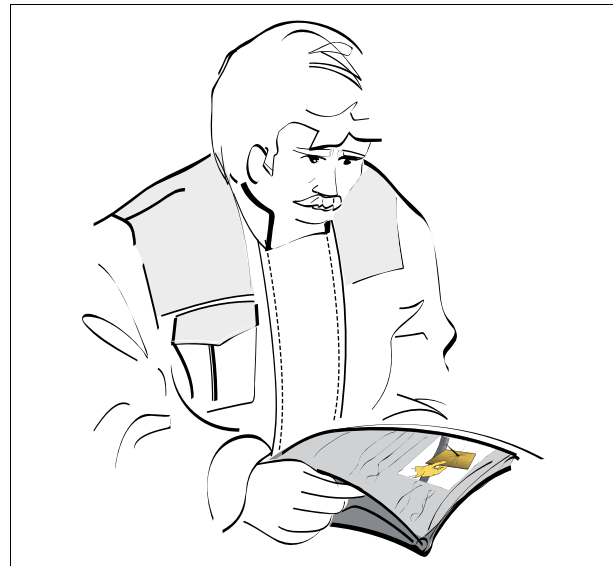

Fig. 1.
- att ha läst och förstått hela boken — rådgör alltid med din återförsäljare så snart du är tveksam eller om det är något du inte förstår fig. 1